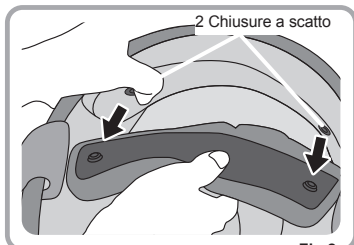

Fig.2
2. Aprire le 2 chiusure a scatto nella parte posteriore, rimuovere quindi l'imbottitura interna. (Fig.2)